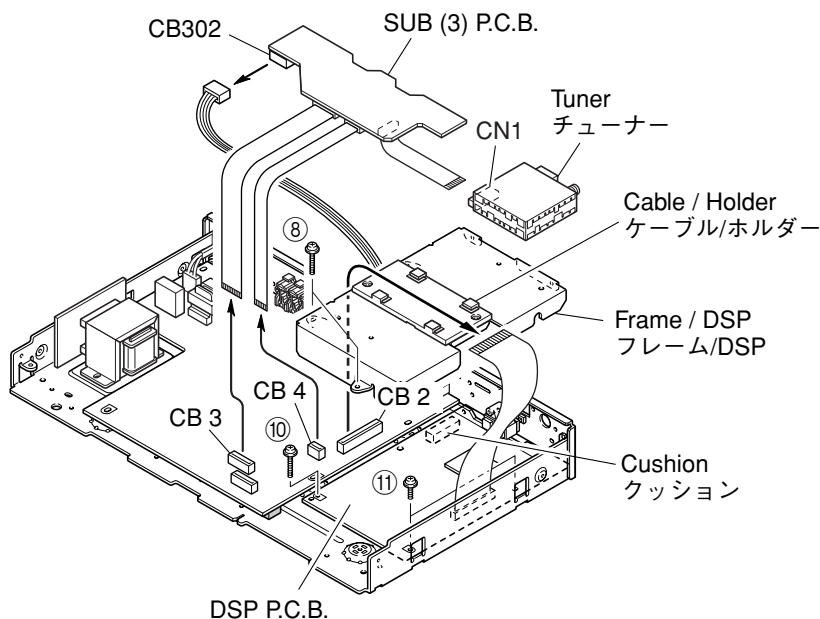

Fig. 4
- Remove CN1, CB3, CB4, CB302. (Fig. 4)
- Remove the SUB (3) P.C.B.. (Fig. 4)
- Remove the Tuner. (Fig. 4)
- Remove CB2 and disconnect the flat cable from the Cable / Holder. (Fig. 4)
- Remove 2 screws (⑧) and then remove the Frame / DSP. (Fig. 4)
- Remove 1 screw (⑩) and 2 screws (⑪). (Fig. 4)
- Remove the DSP P.C.B.. (Fig. 4)
- CN1、CB3、CB4、CB302を外します。(Fig. 4)
- SUB (3) P.C.B.を取り外します。(Fig. 4)
- チューナーを取り外します。(Fig. 4)
- CB2を外し、ケーブル/ホルダーからフラットケーブルを外します。(Fig. 4)
- ⑧のネジ2本を外し、フレーム/DSPを取り外します。(Fig. 4)
- ⑩のネジ1本、⑪のネジ2本を外します。(Fig. 4)
- DSP P.C.B.を取り外します。(Fig. 4)
- b. Remove CB2 and disconnect the flat cable from the Cable/Holder. (Fig. 4)
- d. Remove 2 screws (8). (Fig. 4)
- b. CB2を外し、ケーブルホルダーからフラットケーブルを外します。(Fig. 4)
- d. 8のネジ2本を外します。(Fig. 4)